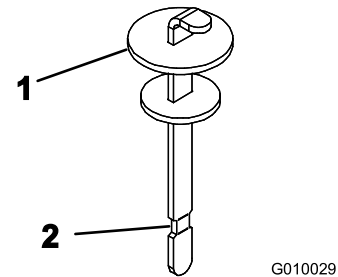

Figura 19
4. Togliete l'asta di livello dal collo del bocchettone e pulitela strofinandola con un cencio pulito. Inserite l'asta di livello nel collo del bocchettone, quindi estraetela e controllate il livello del fluido. Il fluido deve raggiungere il segno sull'asta di livello (Figura 19).